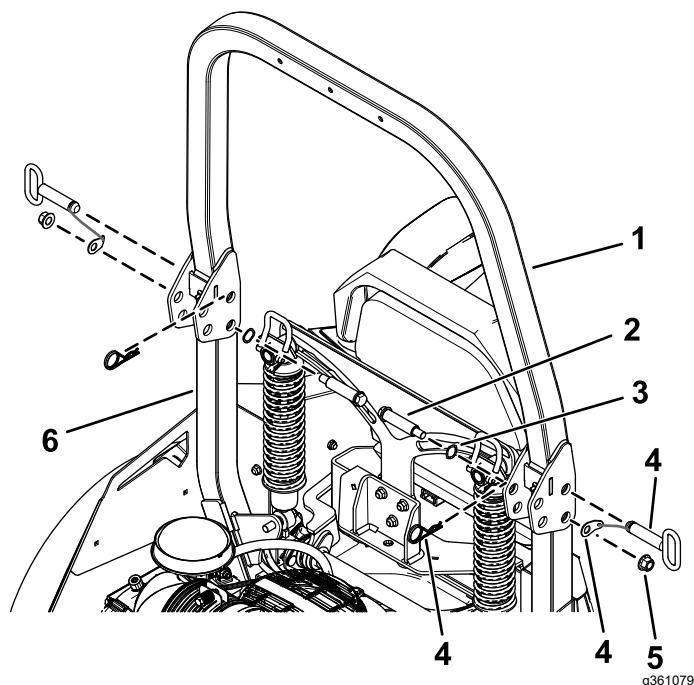

Рисунок 5
3. Прикрепите узлы нижних защитных дуг к узлу верхней защитной дуги с помощью 2 ступенчатых болтов, 2 пружинных шайб, 2 контргаек ($\frac{1}{2}$ дюйма) и узла складного пальца (Рисунок 5).